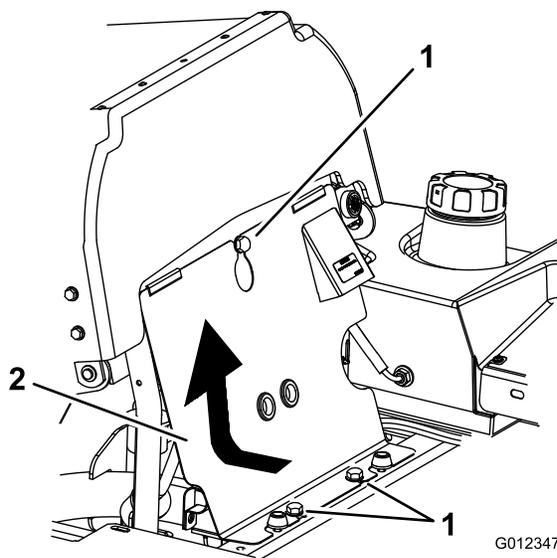

Figura 45
1. Incline o banco para a frente, desaperte os parafusos e retire o painel dianteiro do motor (Figura 45).